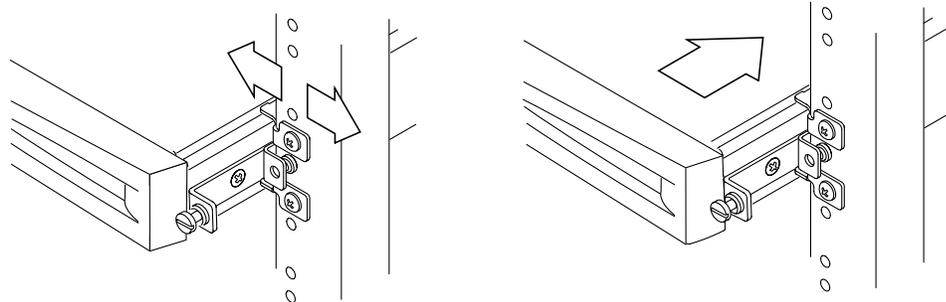

図 3-6 スライド式取り付け具の調整およびつまみねじの締め付け
9. システムの側面のねじとラックのスライド式取り付け具の位置を合わせます (図 3-6 を参照)。